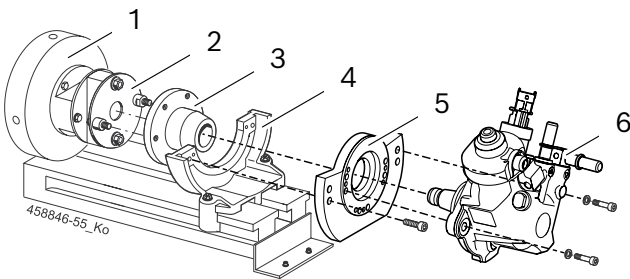

Abb. 1: CP4 aufspannen
1. Antriebskupplung 1 686 401 024 (Abb. 1, Pos. 2) an die Schwungscheibe (Abb. 1, Pos. 1) des EPS 708 befestigen. Das Anziehdrehmoment der Befestigungsschrauben beträgt 95 ± 2 Nm.
2. Aufspannflansch (Abb. 1, Pos. 5) an die CP4 (Abb. 1, Pos. 6) befestigen.
3. CP4 mit Aufspannflansch in den Aufspannwinkel (Abb. 1, Pos. 4) setzen und befestigen.
4. Antriebsflansch (Abb. 1, Pos. 3) auf die Antriebswelle der CP4 befestigen. Anziehdrehmoment der Spannmutter: $80 +10$ Nm.